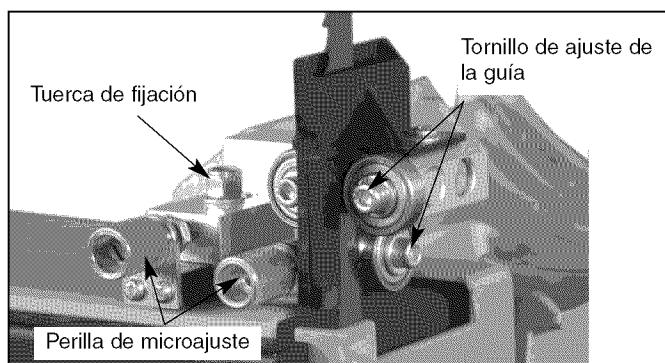

Figura 26 – Ajuste de las Guías de la Hoja
- Para ajustar las guías inferiores de la hoja, primero sitúe las guías derecha e izquierda de rodillo con respecto a la hoja, aflojando la tuerca de fijación (véase la Figura 26) y moviendo el portaguías hasta que ambas guías de rodillo estén a aproximadamente $\frac{1}{16}$ " detrás de los espacios entre los dientes de la hoja de la sierra.
- Afloje el tornillo de ajuste de la guía (véase la Figura 26) y gire las perillas de microajuste en cada lado de la hoja de la sierra para ajustar las dos guías de rodillo a no más de $\frac{1}{32}$ " de la hoja de la sierra. No coloque las guías de rodillo demasiado cerca, porque eso afectará adversamente la vida útil de la hoja de la sierra.
- Desbloquee el tornillo de ajuste de la guía (véase la Figura 26) y gire el tornillo de microajuste para ajustar la guía del rodillo trasero para que quede apenas separada de la parte posterior de la hoja de la sierra.
- Cuando logre el ajuste correcto, fije las guías de rodillo en posición con los tornillos de ajuste de las guías (véase la Figura 26).